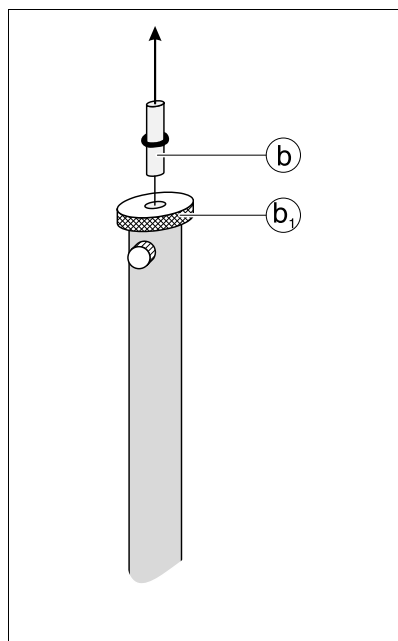

Fig. 8.3
- Maintenir le porte-ruban (b) et desserrer la vis sans tête (b₁); ensuite, enlever le porte-ruban (Fig. 8.3).
- Aflojar el tornillo (c₁) y con el soporte de la cinta fijo (b) aflojar el tornillo prisionero (b₁); retirar el soporte de la cinta (Fig. 8.3).
Hierbei den Haltestift (b), Fig. 8.3 durch Festhalten vor dem Verdrehen sichern.
Vorsichtig den Haltestift (b), Fig. 8.3 herausziehen, dabei die Bewegung des hantelförmigen Pendelkörpers ⑤ beobachten (Fig. 2). Den Pendelkörper soweit anheben, bis sich die kleinen Bleikugeln in der Mitte der runden Fenster befinden. Ein Herausziehen des Haltestiftes bis der Pendelkörper anstößt, führt zum Reißen des Fadens.
Avant de commencer à dévisser, tenir la tige de maintien (b) (cf. fig. 8.3).
Sortir avec précaution la tige de maintien (b), (cf. fig. 8.3) tout en observant le mouvement du corps du pendule ⑤ en forme d'haltère (Fig. 2). Soulever le corps du pendule jusqu'à ce que les petites sphères en plomb se trouvent au milieu de la fenêtre circulaire. Si on tire la tige de maintien jusqu'à ce que le corps du pendule bute, le ruban de torsion va rompre.
Hold onto the band holder (b), Fig. 8.3, so that it does not twist.
Carefully withdraw the band holder (b), Fig. 8.3, and observe the motion of the dumbbell-shaped pendulum body ⑤ (Fig. 2). Lift the pendulum body until the two small lead balls are in the middle of the round window. If the band holder is withdrawn so far that the pendulum body makes contact, the torsion band will break.
Mantener fija el soporte de cinta (b), Fig. 8.3, para que no se tuerza.
Extraer cuidadosamente el soporte de cinta (b), Fig. 8.3, y observar el movimiento del cuerpo del péndulo ⑤ en forma de haltera (Fig. 2). Levantar el cuerpo del péndulo hasta que las pequeñas bolas de plomo se encuentren en la mitad de la ventana redonda. La cinta de torsión se rompe si se extrae el soporte de cinta hasta chocar el cuerpo del péndulo.